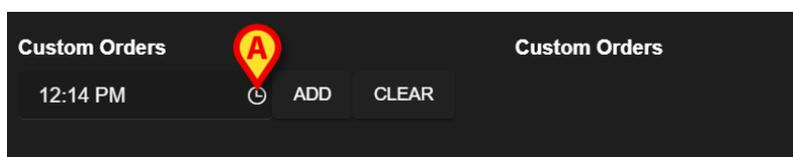
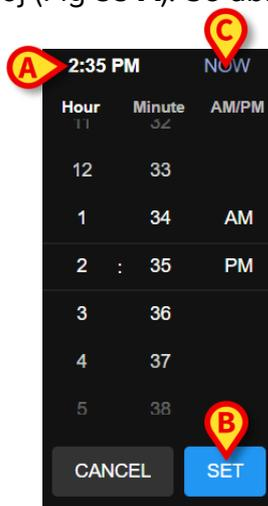

Fig 33
Fig 34
- Haga clic en el icono del reloj (Fig 33 A). Se abre un selector de tiempo (Fig 34).
La hora actual está seleccionada por defecto (Fig 34 A).
Se puede seleccionar un intervalo de 24 horas en el futuro. Si es necesario, utilice el botón **Now** (Ahora) (Fig 34 C) para volver a ajustar la hora actual. Una vez seleccionado el tiempo deseado:
- Pulse el botón **Set** (Establecer) (Fig 34 B).